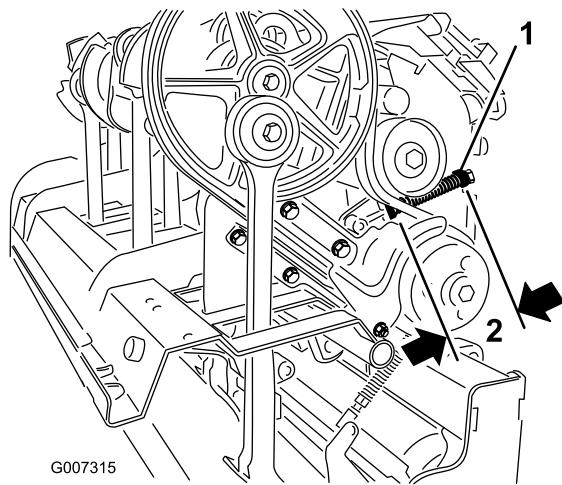

Figura 35
- C. Afloje la contratuerca que sujetla el retenedor del muelle (Figura 35).
- Ajuste el retenedor del muelle hasta que la longitud del muelle comprimido sea correcta (Figura 35).